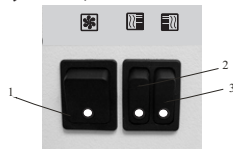

Рис. 2 Блок управления
5.3 Управление завесой осуществляется с помощью клавишных выключателей блока управления (см рис.2).
5.4 Электрические схемы завес представлены на рис.2 и рис.3 Приложения.